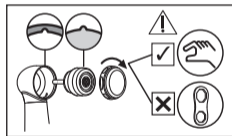

Fig. 39
- ➐ Insérez la nouvelle cartouche dans la tête en alignant l'ergot de la cartouche avec la fente de la tête (Fig. 39). (S-Max pico n'a ni ergot ni fente).